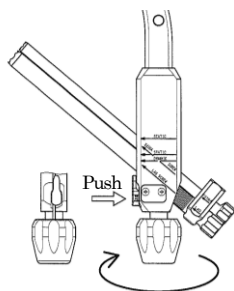
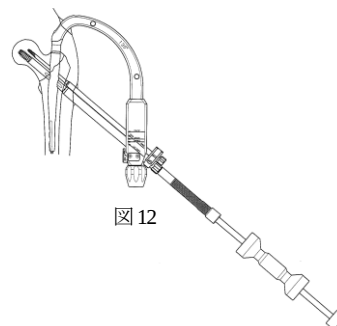

図6
図12
- 7) つまみを緩め、ラチェット解除レバーをニュートラル状態から手前に押すことでラグスクリュー/エクstrasクリュー用スリーブを引き戻すことができます(解除状態)。(図6)
- 11) ラグスクリュー用スリーブを手前に戻す場合は、手順7)の要領でラチェット解除レバーを手前に押しながら引き戻します。(図6)
- 14) ラグスクリュー用スリーブをターゲットデバイスから取り外す際は、ターゲットデバイスのつまみを解放後、ラチェット解除レバーを必ずニュートラル状態(水平状態)として手前に押しながら引いて下さい。(図6)コンプレッション操作後、ラグスクリュー用スリーブが取り外し難い場合は、スリーブ後端にラチェット型ラグスクリュー用スリーブ抜去軸を取り付け、必要に応じ抜去用ラージスライドハンマーを用い、必ずラチェット解除レバーをニュートラル状態として手前に押しながら(図6)スリーブを取り外します。(図12)